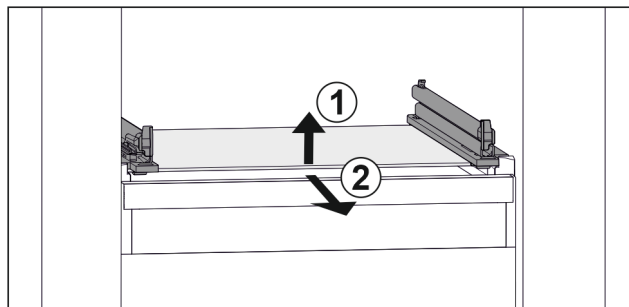

Fig. 39 Vejledende visning af glaspladen
- ▶ Løft glaspladen foran. Fig. 39 (1)
- ▶ Tag glaspladen ud fremefter. Fig. 39 (2)